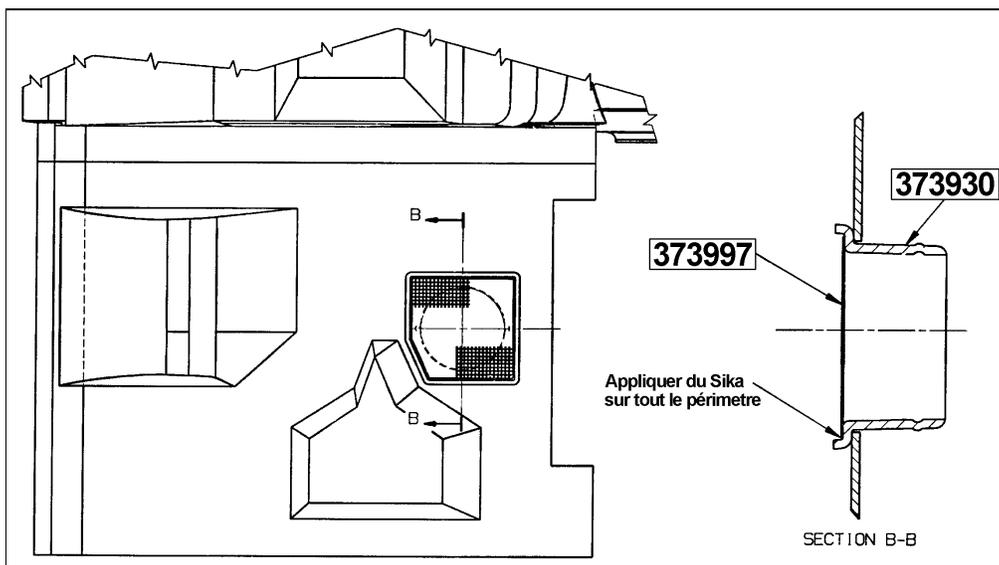

FIGURE 3
7. Fixer la bride d'attache à l'aide de rivets et fixer le grillage (373997) avec du Sika 221 noir (voir fig. 3).